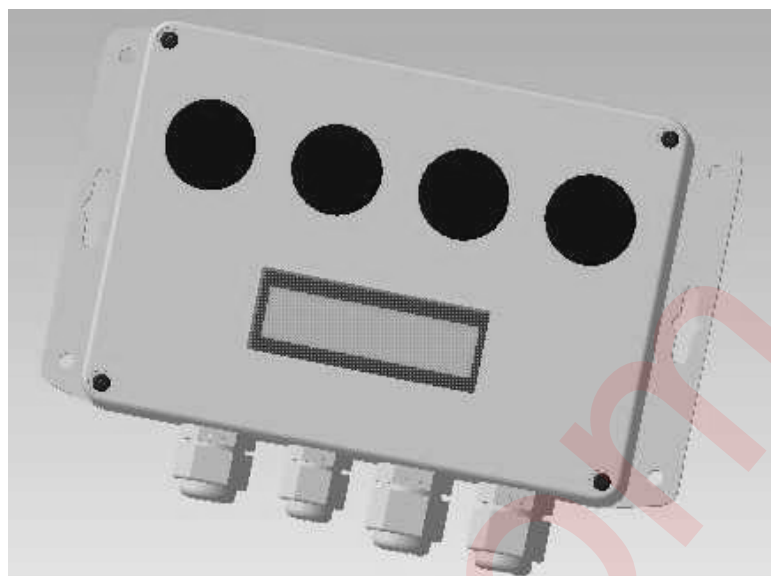
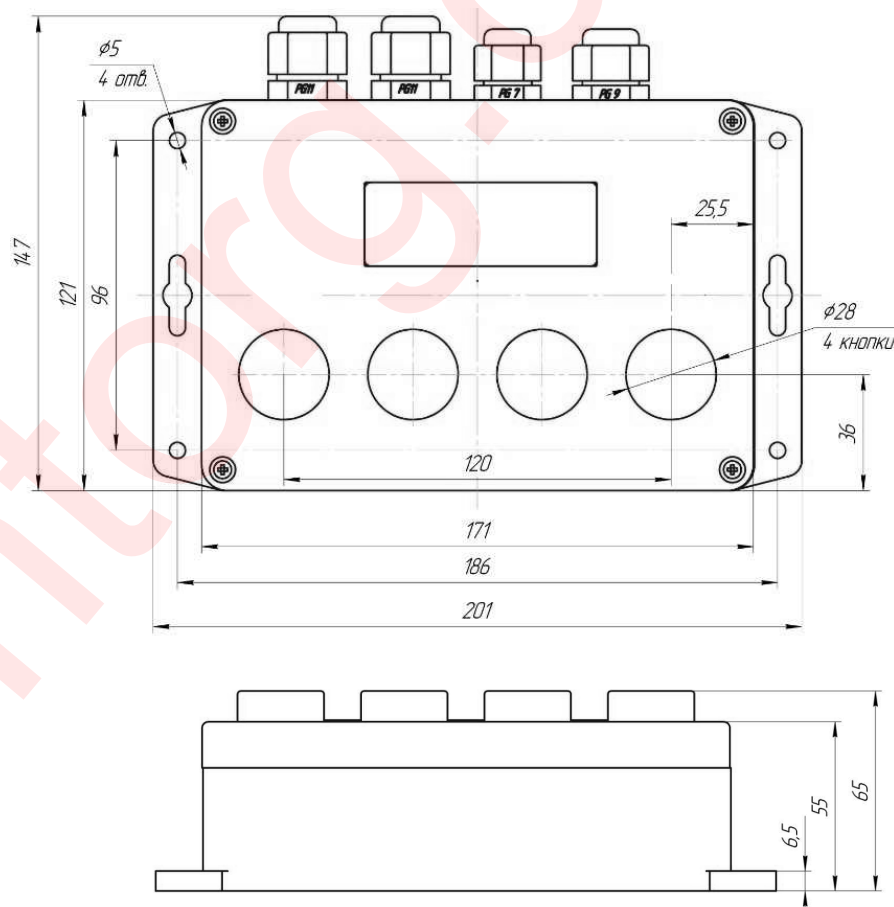

Рис. 8 - Система управления
Рис. 9 – Габаритные и присоединительные размеры системы управления
Система управления представляет собой электронный блок с индикатором и кнопками управления, предназначенными для ее настройки. Внешний вид системы управления показан на рис. 8. Габаритные и присоединительные размеры системы управления приведены на рис.9.
3.3.2 После подачи питания на индикаторе блока системы управления (см. рис.8) должна появиться надпись, как показано на рис.15.
3.3.3 Последовательным нажатием клавиши «РЕЖИМ» (см. рис. 8) выбрать пункт «МЕНЮ ТЕХНОЛОГИЯ», а в нем нажатием клавиши ВВОД выбрать режим " ДИАМЕТР